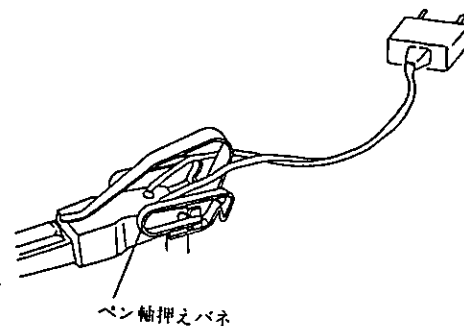

図 5-3
(2) セットするとき
- リード線を図 5-3 のようにペン押えバネの両側に通し、ペン軸をペンホルダV溝に入れます。このときペン軸とペンホルダにゆるみのないよう固定してください。ゆるいと記録波形がひずみます。次に